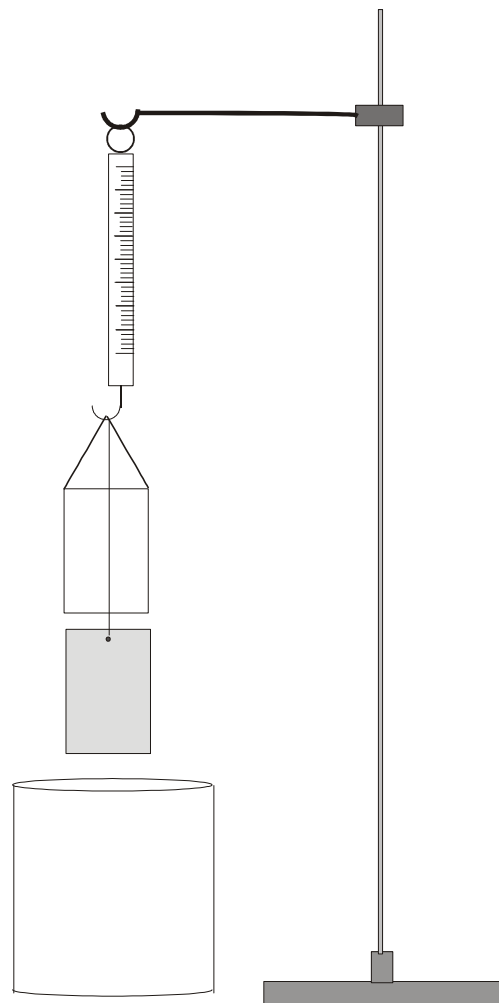

Fig. 1 Montagem Experimental
- Montar o suporte e pendurar o dinamômetro no gancho (fig. 1).